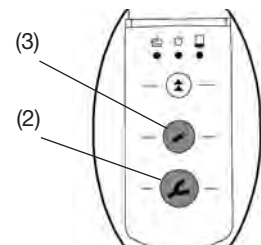

fig. 8
- Se o operador pressionar um dos botões de alimentação (painel de impressão (2, fig. 8) ou dispensador (3, fig. 8)) sem selecionar um programa de mistura, o programa “ST” será ativado automaticamente. O LED ao lado do botão “ST” acende.
- Pressione e mantenha pressionado o botão de avanço (2) ou (3) (dependendo da velocidade ou função desejada):
- Painel de impressão (2), velocidade de dispensação normal com programa de mistura ativado